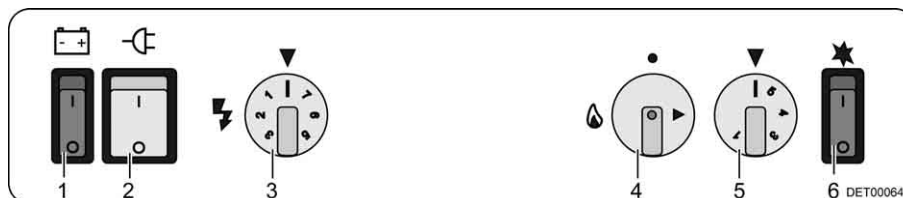

Fig. 70 Elementi di comando del frigorifero (accensione elettrica)
- Posizionare l'interruttore 12 V "☐" (Fig. 70,1) su "O".
- Posizionare l'interruttore 230 V "☐" (Fig. 70,2) su "O".
- Ruotare il pomello girevole (Fig. 70,5) fino allo stadio più alto.
- Premere la manopola (Fig. 70,4), girarla su gas "▲" e tenerla premuta. Aspettare fino a che il gas non fluisce verso il bruciatore.
- Accendere l'interruttore di accensione (Fig. 70,6). L'interruttore di accensione lampeggia fino a quando non sarà stato possibile effettuare con successo il procedimento di accensione.
- Tenere premuta la manopola (Fig. 70,4) per altri 10-15 secondi, poi rilasciarla.
- Impostare la temperatura di refrigerazione con il pomello girevole (Fig. 70,5).
- Impostare l'interruttore di accensione (Fig. 70,6) su "O".
- Ruotare sulla posizione 0 la manopola (Fig. 70,4).
- Ruotare sulla posizione 0 il pomello girevole (Fig. 70,5).
- Posizionare l'interruttore 230 V "☐" (Fig. 70,2) su "I".
- Impostare la temperatura di refrigerazione con il pomello girevole "▲" (Fig. 70,3).
- Posizionare l'interruttore 12 V "☐" (Fig. 70,1) su "I".